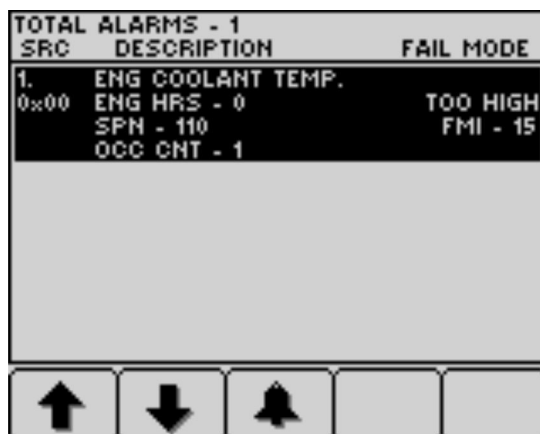

Bild 38
3. Betätigen Sie die Tasten 1 bis 5, um die Liste der aktiven Störungen anzuzeigen (Bild 38).
4. Betätigen Sie die Tasten 1 bis 5, um die Liste der aktiven Störungen anzuzeigen, siehe Bild 38 in Hinweismeldungen des Motors \(Seite 36\).